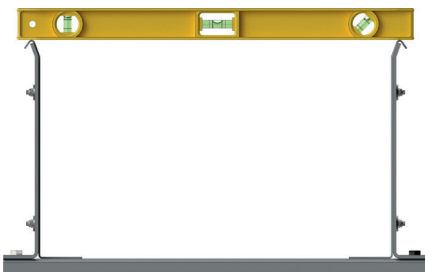

Abb. 2
- So eben wie möglich (sowohl in Längs- als auch Querrichtung) (**Abb. 2**) – um zusätzliche Reibung zwischen der oberen Kette und der unteren Kette (oder den Stützen) oder ein mögliches Anheben der Schleppkette zu vermeiden